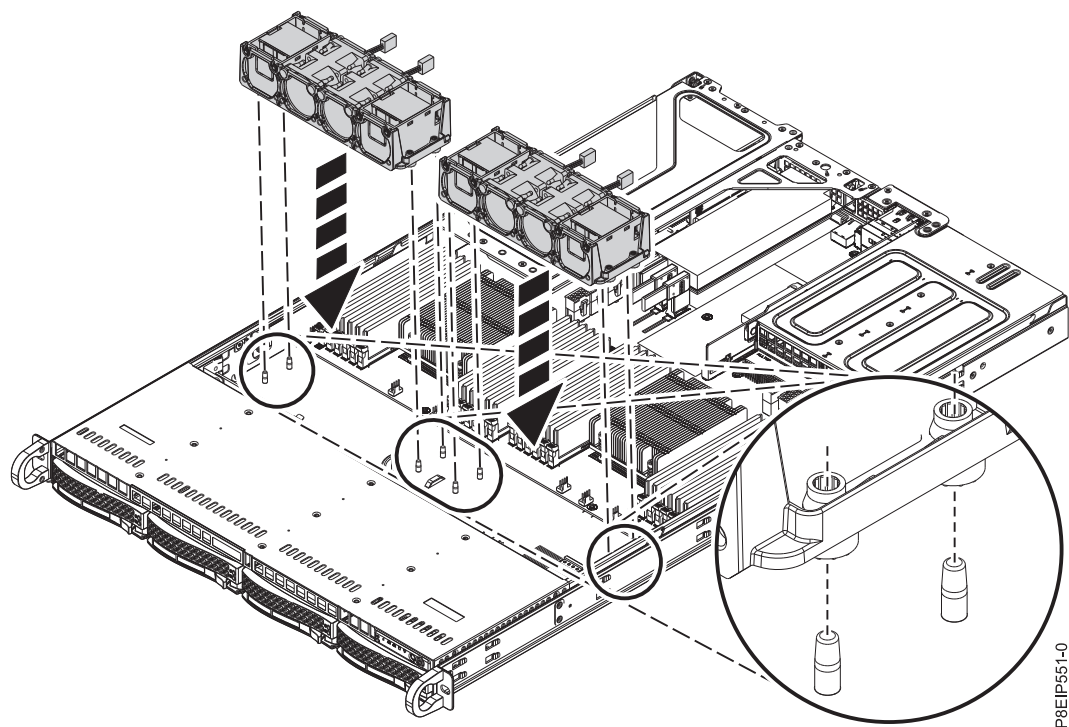

図 20. ファン・ホルダーの位置合わせ
3. ファン・ホルダーをシャーシに再取り付けします。 25 ページの図 20 に示されているように、ファン・ホルダーの穴とシャーシ下部のピンを位置合わせします。カバー・スイッチの近くにあるファン・ホルダーの場合は、一時的にカバー・スイッチのワイヤーを邪魔にならない位置に移動します。ファン・ホルダーがシステム内に収まったら、ワイヤーをファン・ホルダーの横に戻します。